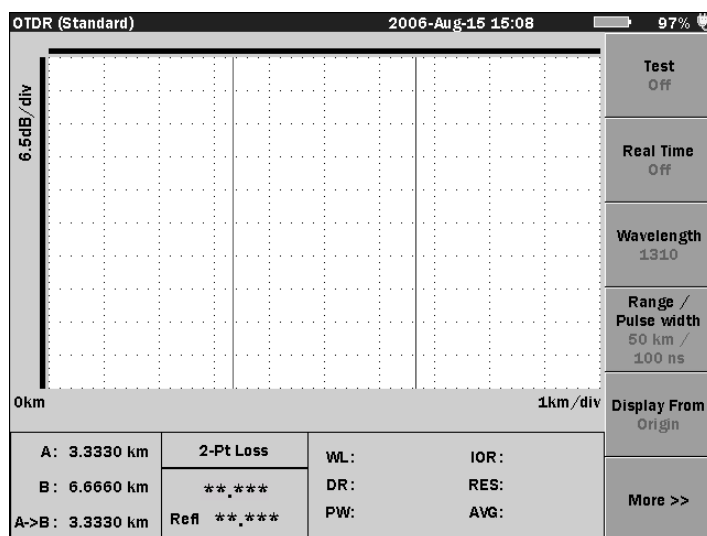

Figura 4-1: Modo OTDR (Estándar) – Pantalla inicial
1. Inicie el modo OTDR (Estándar). Aparece la pantalla Traza (consulte la Figura 4-1 en la página 4-1).